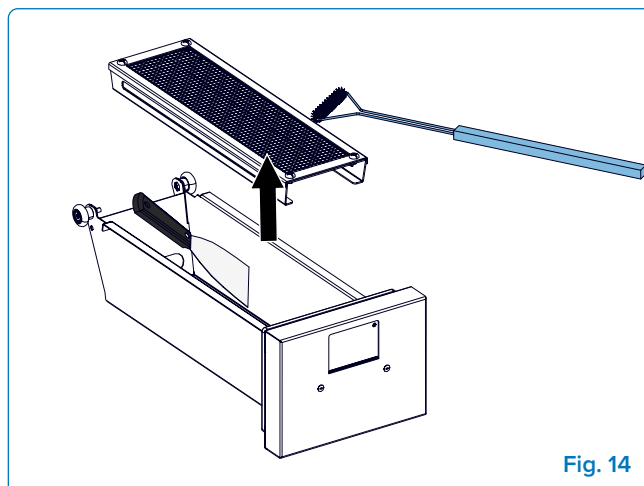

Fig. 14
4. **Rimuovi e pulisci la griglia** – Estrai la griglia che contiene i trucioli di legno. Scuoti eventuali residui rimasti e spazzola per pulire (**Fig. 14**).